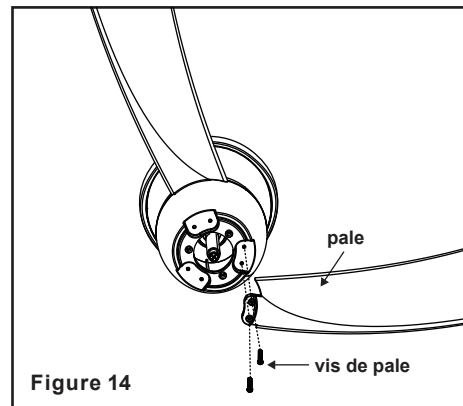

Figure 14
Étape 3 : Fixez la pale inférieure à l'anneau de support de pale à l'aide de la vis de pale comme illustré en figure 14. Répétez l'opération pour les pales restantes.
2. La plupart des problèmes de tremblement des ventilateurs sont causés une disparité de niveau de pale. Vérifiez ce niveau en sélectionnant un point sur le plafond au-dessus de l'extrémité de l'une des pales. Mesurez cette distance comme indiqué en Figure 14. Faites tourner le ventilateur jusqu'à ce que la pale suivante soit positionnée pour la mesure. Répétez l'opération pour chaque pale. L'écart de distance doit être de moins de 1/8 po.